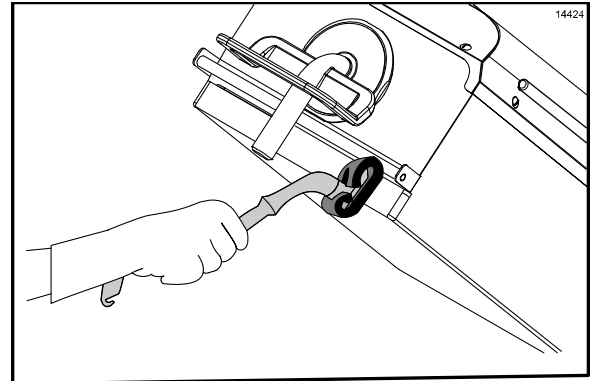

Abbildung 89
15. Die Vorderseiten der oberen Grillplatten von der rechten zur linken Grillplatte mit **McD Hi-Temp Grill Cleaner (HTGC)** bestreichen. (Siehe Abbildung 89.)